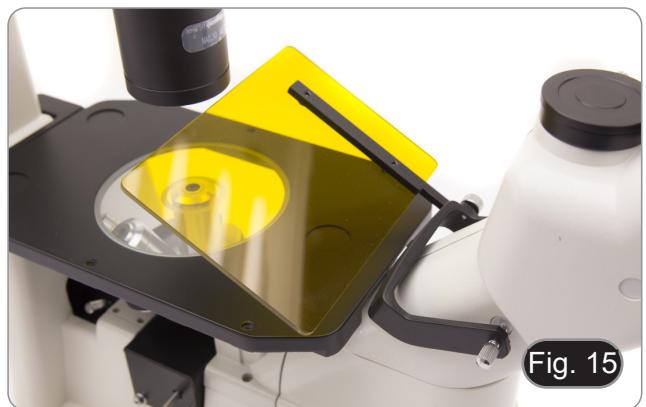

Fig. 15
6. Afin d'éviter d'éventuels dommages dus aux rayons UV, monter l'écran de protection orange comme indiqué. (Fig. 15)